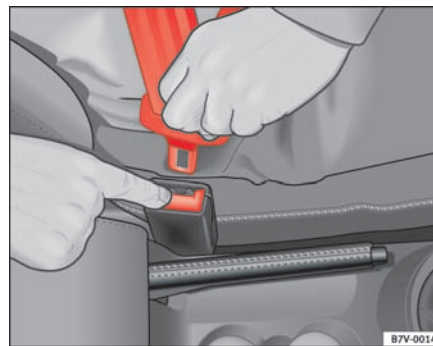

Fig. 16 Sådan frigør du låsetappen fra selelåsen. ►
- Tryk på den røde knap på seletåsen ⇒ side 26, fig. 16. Låsetappen løsnes og springer op ⇒ ⚠.